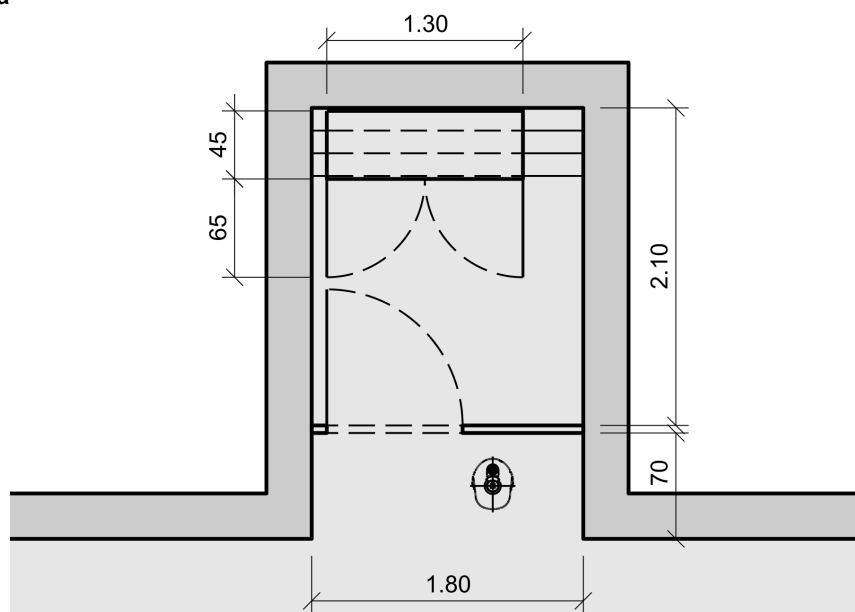

Figura 3: Combinazione di una nicchia SOS e di una nicchia idrante
- Può risultare opportuno combinare in un'unica nicchia idrante e colonnina SOS. In questo caso l'idrante viene collocato davanti alla nicchia SOS (Figura 3).